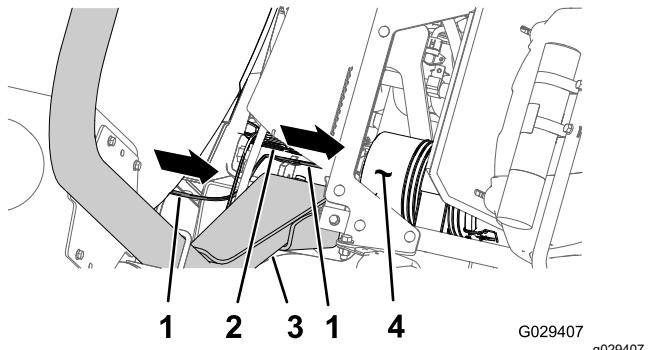
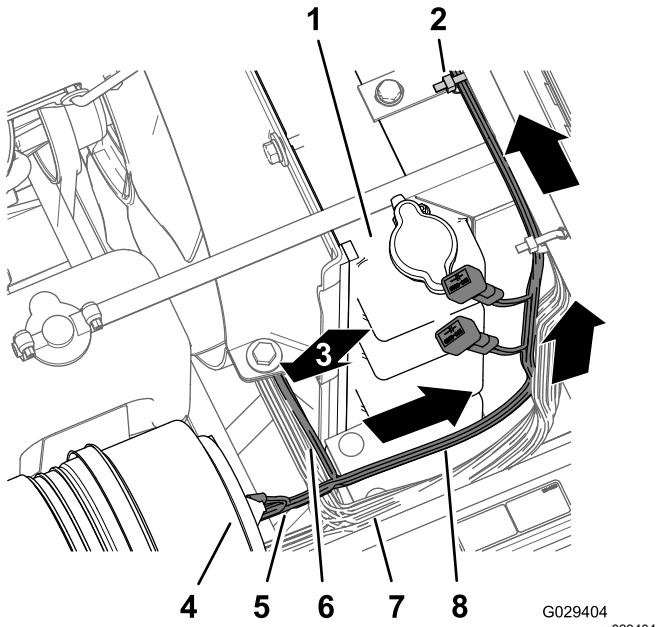

Figura 10
Figura 11
1. Encaminhe a cablagem do kit de acabamento para a frente entre a barra do ROPS e o canto inferior do depósito do pulverizador, ao longo da cablagem da máquina e abaixo do filtro de ar do motor (Figura 10 e Figura 11).
2. Encaminhe a secção da cablagem de 197 cm do compartimento do motor (com o terminal de anel e conector de 5 tomadas) para cima ao longo do lado direito do radiador, através da parte superior do radiador, debaixo da base da consola central (Figura 11).